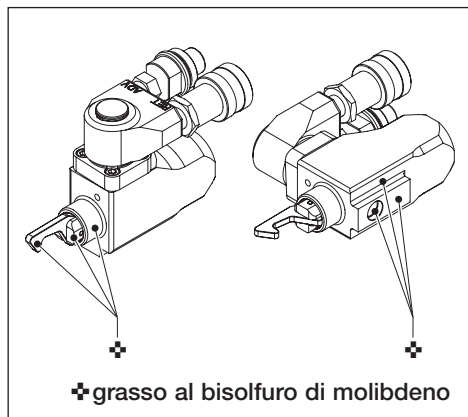

Fig. 15
5.2 Manutenzione preventiva -Girevole idraulico e unità di azionamento (Fig. 15 e 16)